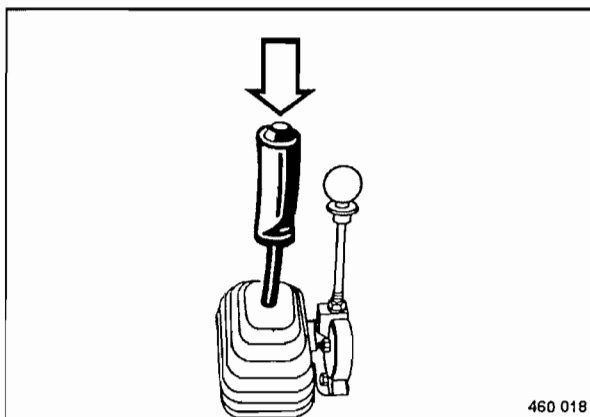

Fig. 56
- Accionar el pulsador para vibración (Fig. 56).